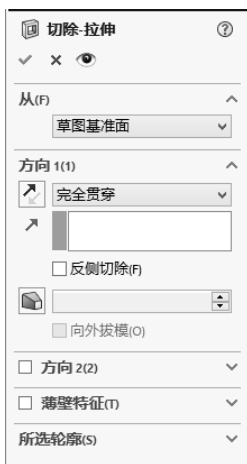
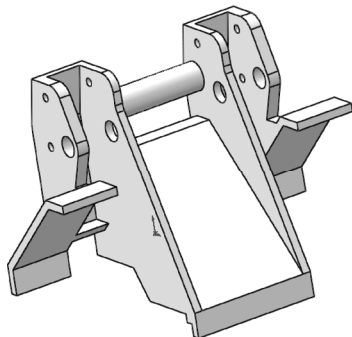

图 10-58 “切除-拉伸”属性管理器 2
图 10-59 拉伸切除结果 2
**02** 切除拉伸实体 2。选择菜单栏中的“插入”→“切除”→“拉伸”命令，或者单击“特征”控制面板中的“切除拉伸”按钮，此时系统弹出图 10-58 所示的“切除-拉伸”属性管理器。在方向 1 中设置终止条件为“完全贯穿”，然后单击属性管理器中的“确定”按钮，结果如图 10-59 所示。